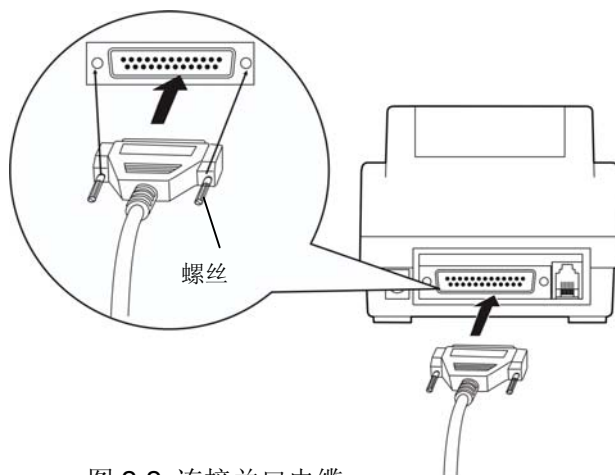

图 2-2 连接并口电缆
拆箱后，请核对图 2-2 所示部件。如有任何东西遗失，请联络经销商。
1. 确保主机与打印机处于断电状态后，将并口电缆的插头插进打印机的并行接口，拧紧插头两侧的螺丝，使插头固定。如图 2-2 所示：